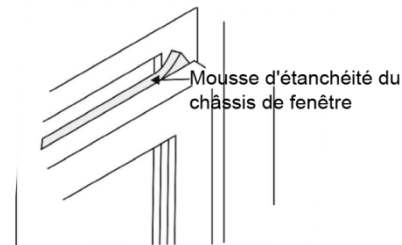

Fig.18
- Coupez le joint du vantail à la largeur de la fenêtre. Insérez-le dans l'espace situé entre les vantaux supérieur et inférieur (voir Fig. 18).